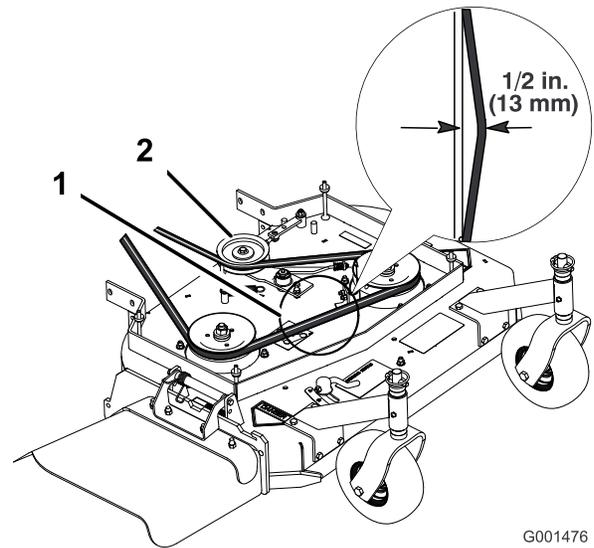

Figure 52
3. Desserrez le contre-écrou sur le tendeur (Figure 52).
4. Tournez le tendeur vers l'arrière de la tondeuse pour augmenter la tension sur la courroie. Tournez le tendeur vers l'avant de la tondeuse pour réduire la tension sur la courroie (Figure 52).
Remarque: La tension correcte de la courroie du tablier de coupe se situe entre 44 à 67 Nm (10 à 15 pi-lb) avec une flèche de 13 mm (1/2 po) à mi-chemin entre les poulies (Figure 52).